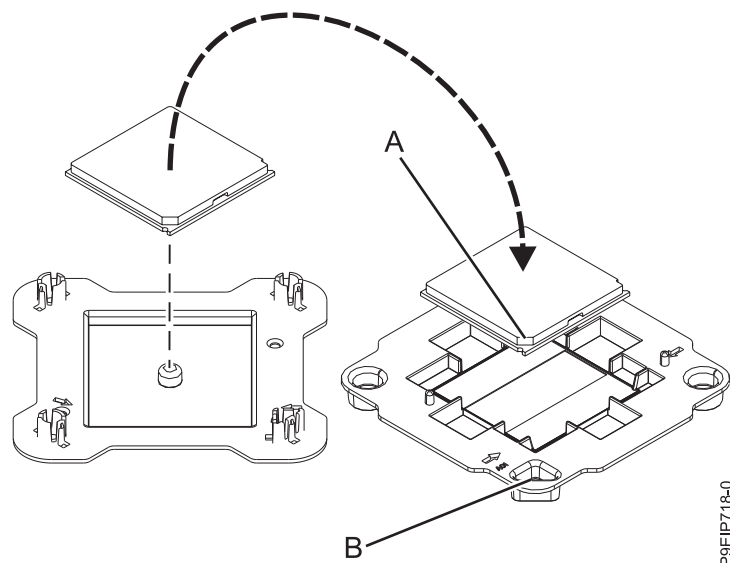

Figure 97. Positionnement du module de processeur système dans le bac de transport
12. Saisissez avec soin le module de processeur système que vous avez remplacé par les côtés et ôtez-le du couvercle de transport. Alignez l'angle biseauté du module (A) avec l'angle du bac comportant un trou en forme de triangle (B) et placez-le dans le bac, comme illustré dans la figure 97.